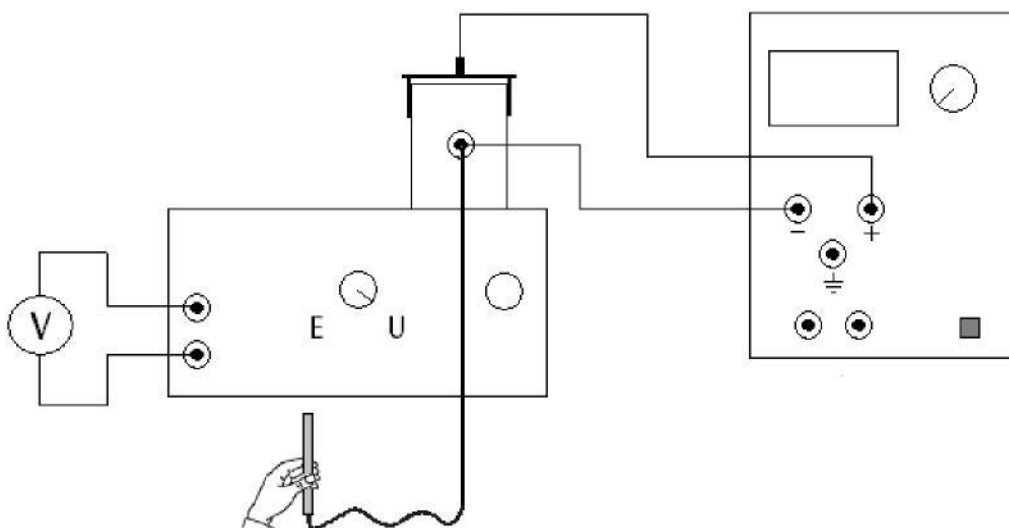

Fig. 3 Spannungsmessung mit dem Influenzelektrometer
- Experimentieraufbau gemäß Fig. 3 herstellen.